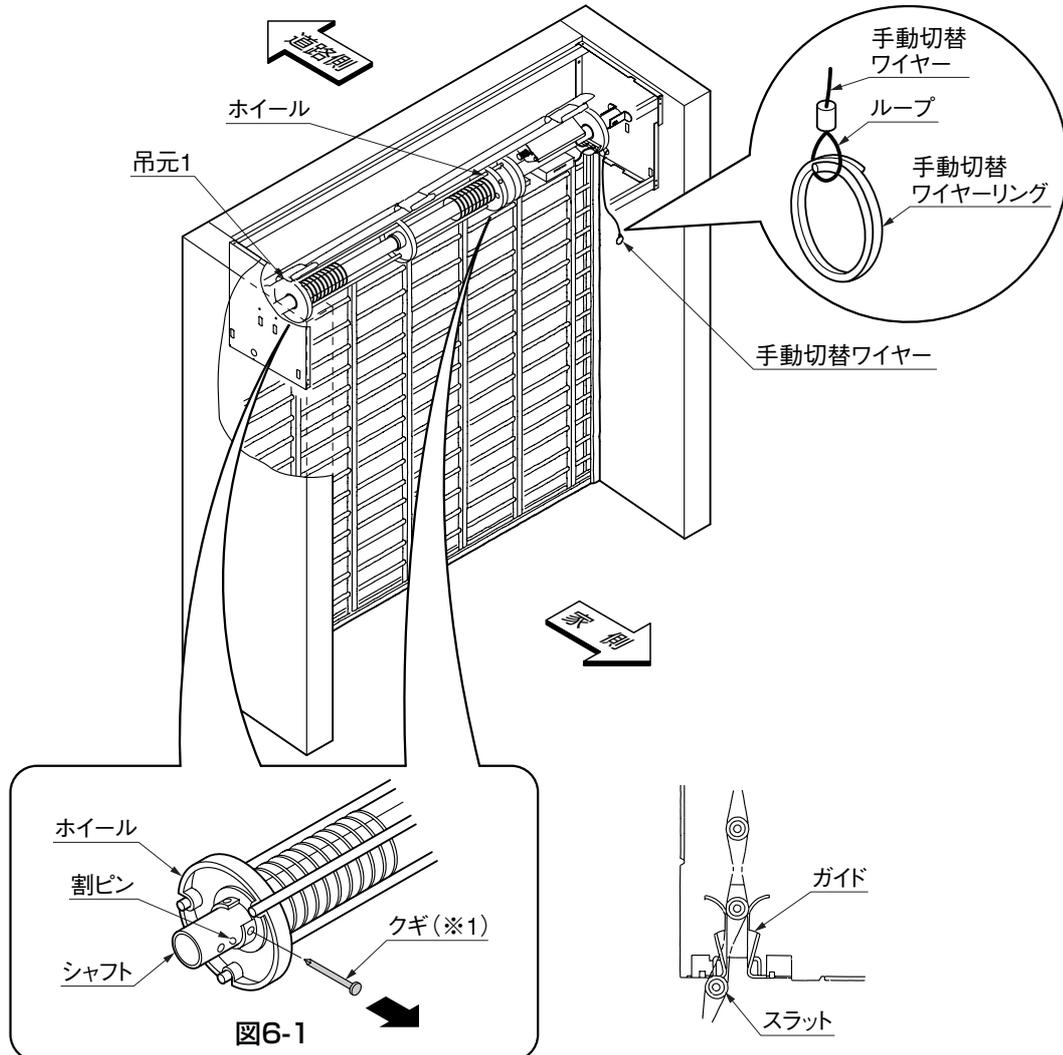

図6-1
- ③ シャフトにクギが2ヶ所ついています(※1)。抜け止め用のテープをはがした後、ペンチなどを使用してクギを抜いてください。(図6-1参照)